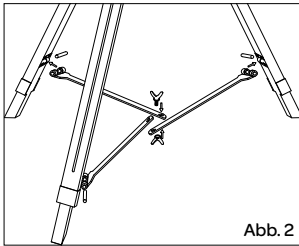

Abb. 2
2. Verbinden Sie die Metallverbindungsstücke des Ständers mit einer Schraube und einer Flügelmutter, sodass ein Stativ zustande kommt - Abb. 2.